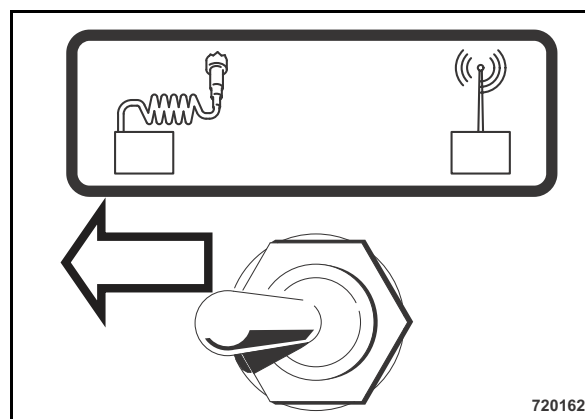

Рис. 35
- Перед запуском двигателя переключить тумблер кабельного дистанционного управления / радиуправления (Рис. 35) влево в положение "Кабельное дистанционное управление".